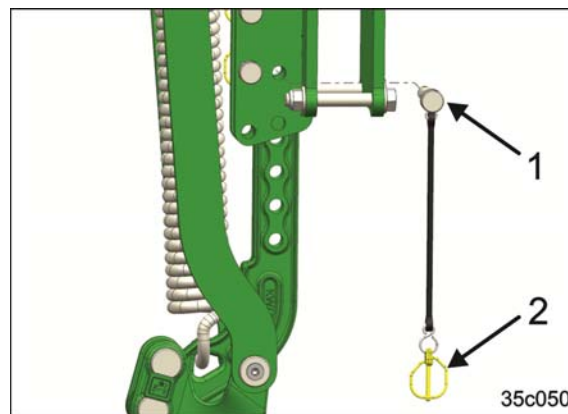

Рис. 123
1. Снимите шплинт с кольцом (Рис. 123/2).
3. Извлеките фиксирующий палец (Рис. 123/1).
4. Удерживая следорыхлитель за выемку, переместите его в требуемое положение и закрепите фиксирующим пальцем (Рис. 123/1).
5. Заблокируйте фиксирующий палец с помощью шплинта (Рис. 123/2).
4. Извлеките следорыхлитель трактора из крепления (Рис. 123/3), держа его за выемку.
- Удерживая следорыхлитель за выемку, переместите его в требуемое положение (Рис. 123/3).